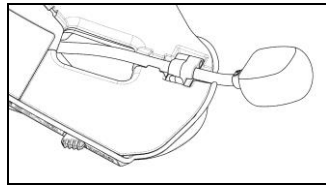

Fig. 15
- Fermer le clip. Contrôler que le côté du microphone avec l'inscription « n » est orienté vers l'intérieur du casque (Fig. 15).